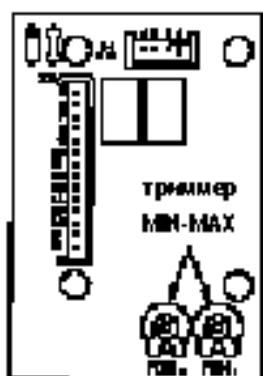

Рис. 3
2) На таблице указано значение "др воздуха макс", установите его с помощью триммера "MAX" электросхемы вентилятора (Рис. 3):
4) Найдите в таблице данные "др воздуха мин." и установите его с помощью триммера "MIN" схемы вентилятора (Рис. 3):